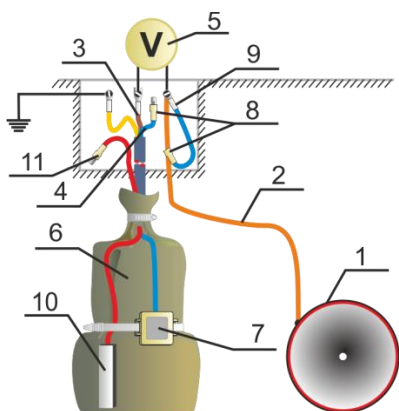

Рисунок 5 – Схема измерения разности потенциалов
8.1.1 Положительную клемму прибора присоединить к проводнику от трубопровода, отрицательную - к проводнику от электрода, разомкнуть перемычку (9) и проводник (4) от ВЭ с помощью разъема (8) (рис.5).